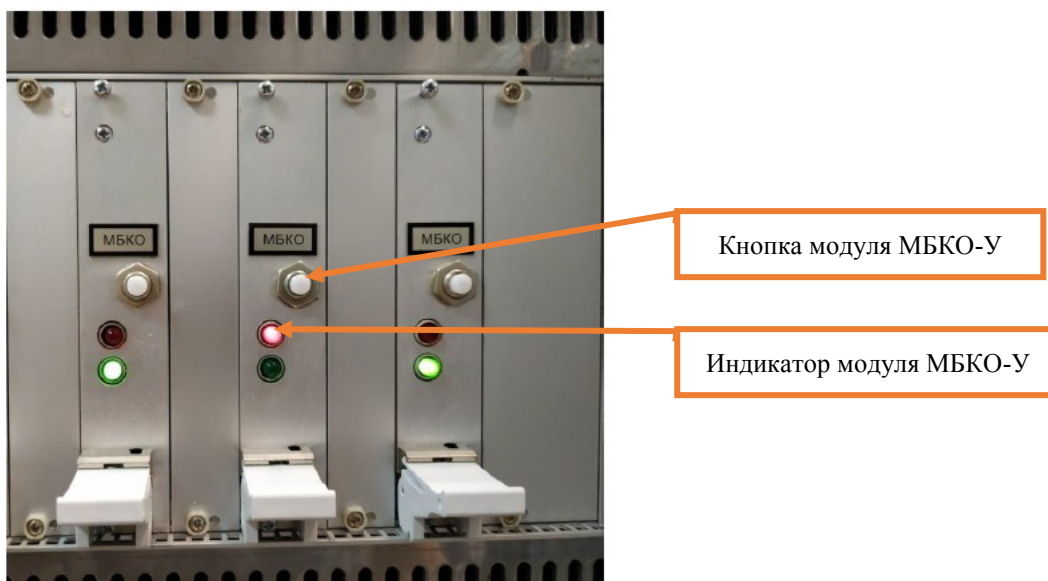

Рисунок 17. Индикация модуля МБКО-У.
7.4.5 Убедиться, что индикатор на лицевой панели соответствующего модуля МБКО-У светит красным цветом (Рисунок 17).
7.4.9 Нажать кнопку на соответствующем модуле МБКО-У (Рисунок 17).